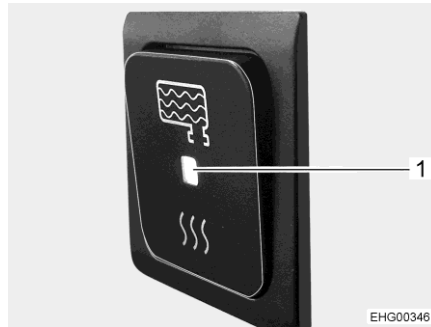

Bild 100 Till/från-brytare, påslagen
När till/från-brytaren på styrningen är påslagen (Bild 100), kopplas avloppstanksuppvärmesystemen automatiskt på så snart utetemperaturen faller under 0 °C. Avloppstanken är därmed skyddad mot frost.
- Tryck nedtill på till/från-brytaren. LED-indikatorn (Bild 100,1) lyser.
- Tryck uppåt på till/från-brytaren. LED-indikatorn (Bild 100,1) slocknar.